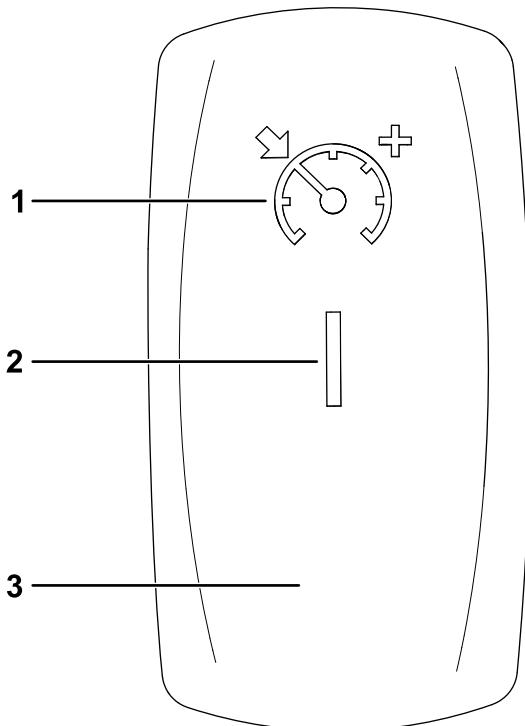

図 71
1. クルーズコントロールスイッチを ON にする図 71。
2. 希望の走行速度に達したら、クルーズコントロールスイッチを上位置入にしてクルーズコントロールを開始する図 71。
クルーズ速度を上げたい時は、スイッチを上に押して増速する図 71。
クルーズコントロールを解除するには、スイッチを下げる OFF 位置にする図 71。